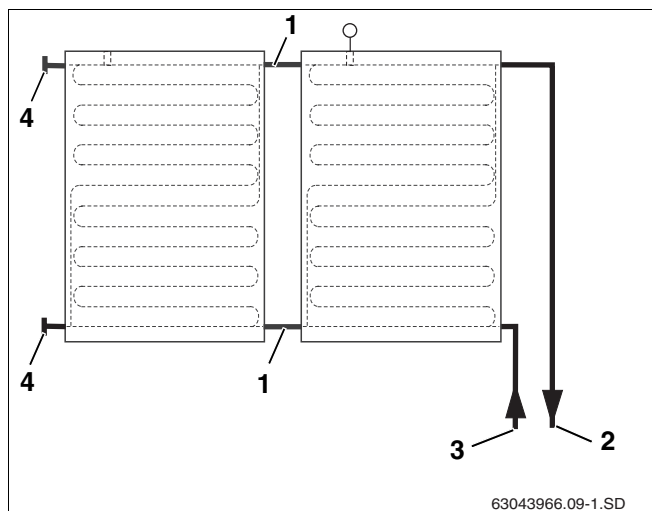
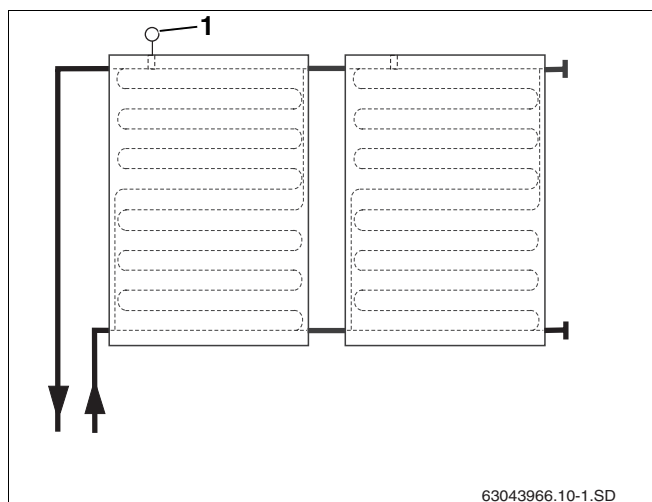

Fig. 17 Ligação hydr. à direita, até um máximo de 5 colectores
Fig. 18 Ligação hydr. à esquerda, até um máximo de 5 colectores
Os colectores devem ser instalados de forma a que as passagens do sensor para a recepção do sensor do colector (fig. 18, **item 1**) se encontrem em cima.
Os tubos de ligação hidráulica podem ser ligados à direita (fig. 17) ou à esquerda (fig. 18). Nestas instruções, os tubos de ligação estão representados do lado direito.
Pode efectuar a ligação unilateral até uma dimensão de campo de colectores com um máximo de 5 colectores (fig. 17 e fig. 18).